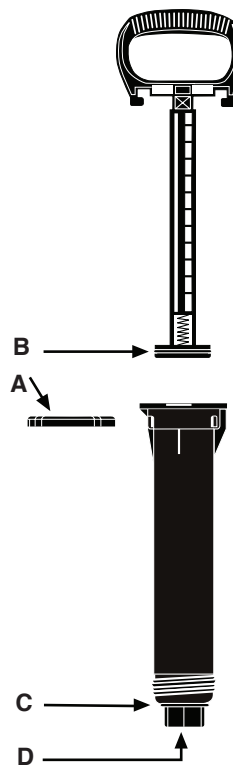

FIGURA 4
- Las bombas con rosca inferior (Figura 4) se desarman empujando la varilla de la bomba por completo hacia abajo, quitando la presilla (A) del costado y tirando de la varilla de la bomba hacia arriba hasta desarmarla.
- Con la bomba desarmada, inspeccione el aro de goma (B). Si está en buena condición, elimine cualquier suciedad que se haya acumulado. Si está dañado, reemplácelo por componentes del juego de repuesto. Engráselo con aceite de motor de grado 20 o más espeso.
- Inspeccione la empaquetadura del cilindro (C). Si está sucia, limpie todas sus superficies y el borde del tanque con un trapo limpio y sin pelusa. Si está rota o gastada, reemplácela por componentes del juego de repuesto.
- Inspeccione la válvula de retención (D). Si está sucia, límpiela con un trapo sin pelusa. Si está rota o gastada, reemplácela por componentes del juego de repuesto.
- Para volver a armar la unidad, introduzca el émbolo en ángulo en el cilindro de la bomba. Empuje el émbolo de la bomba al fondo del cilindro de la bomba y reinstale la presilla (A).